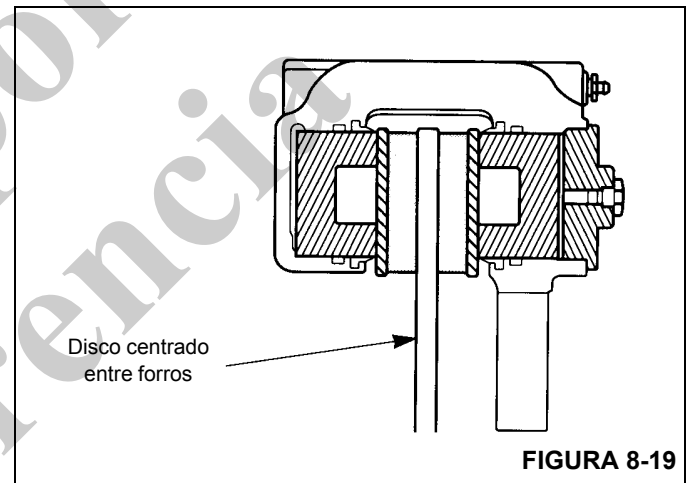

FIGURA 8-19
- b. Los suplementos deberán ser de acero, rectificadas hasta quedar planos y paralelos y deberán cubrir toda la superficie de montaje del cubo o de la caja. Los forros deberán moverse libremente en la caja y entre las placas terminales. Consulte la (Figura 8-19).